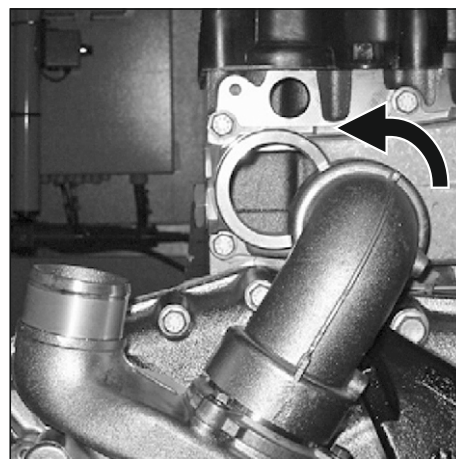

Рис. 135. Установка насоса водяного.
4. Повернуть насос вокруг оси так, чтобы коленчатый патрубок расположился напротив посадочной горловины коробки слива охлаждающей жидкости с головки блока цилиндров (см. **Рис. 135**).